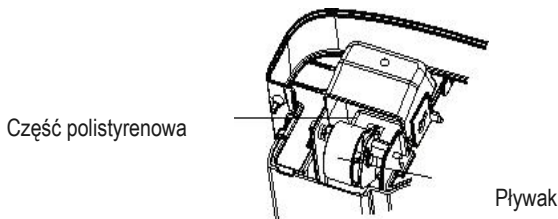

Rys. 1
- Wyjęcie pojemnika na wodę – obróć kołkiem obrotowym uchwyty tak, aby był dopasowany do otworu w płycie oporowej. Wyjmij płytę oporową na stronie uchwyty, jak pokazuje strzałka. Wyciągnij uchwyt (patrz rys. 1).